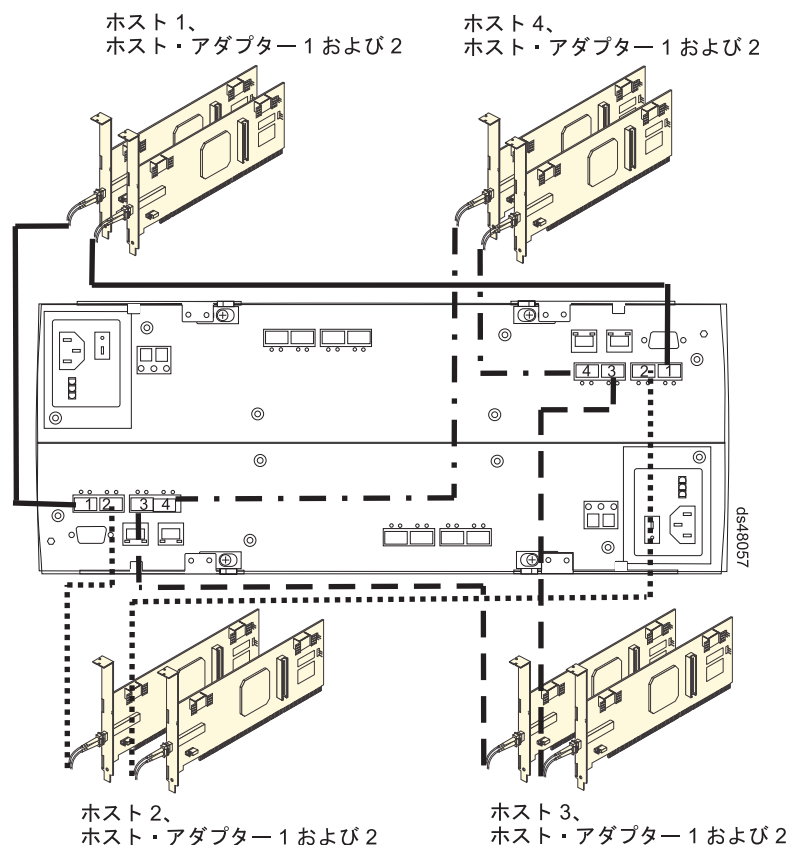

図 63. 4 つの冗長ホスト接続のケーブル接続図
3. その他の冗長ホスト接続ごとに、ステップ 1 および 2 を繰り返します。105 ページの図 63 に示されているとおり、最大 4 つの冗長ホスト接続が可能です。
注: 105 ページの図 63 は、DS4800 ホスト・ポートが 4 セットの FC ホスト・バス・アダプター (HBA) に接続されていることを示します。必要に応じて、これらの FC HBA のセットの 1 つまたはすべてを FC スイッチに置き換えることができます。